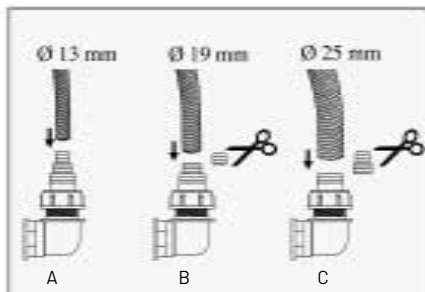

Fig. 9
*Поставляемое с погружным насосом Flotec муфтовое соединение соответствует диаметру применяемой трубы (шланга). При диаметре трубы Ø 13 мм можно закрепить непосредственно на первой ступени муфтового соединения (Рис. 3А); при диаметре трубы Ø 19 мм или Ø 25 мм отрежьте ненужную ступень муфты (Рис. 9В-9С). При использовании трубы диаметром Ø 32 мм (Стандарт ZB 401830) закрепите её непосредственно на нагнетательном патрубке насоса или на, прилегаемом к насосу, угловом (90°) штуцерном соединении.*